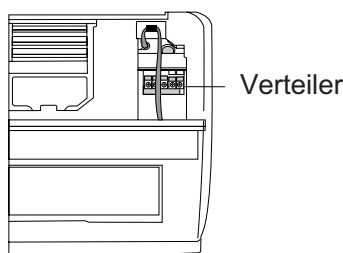

Abb. 4.11
2. Öffnen Sie die vordere Abdeckung der Inneneinheit indem Sie die Schrauben lockern wie auf der Abbildung 4.11, dort befindet sich viel Platz zum Anbringen des Kabels.